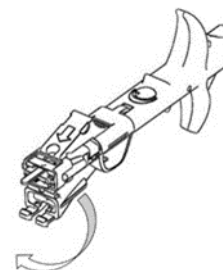

Fig. 4
6. Cu grijă eliberați vârful cartușului din cârlig. Asigurați-vă că vârful cartușului nu este deteriorat. Ridicați vârful cartușului cu 180° până se așează în poziția corectă așa cum este indicat în Fig. 4.